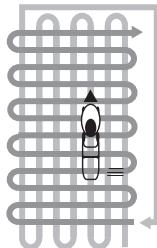

Рис. 11 Схема скашивания высокой и/или загущенной травы
5. При кошении в тяжелых условиях (п.3,4) рекомендуется проводить повторный покос с меньшей высотой скашивания (Рис. 11).